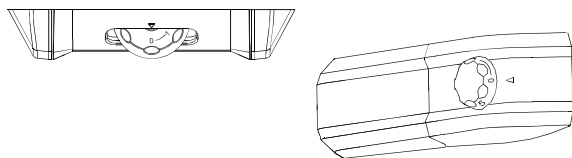

Fig. 20
- 1) Gire la rueda a la posición "0". (fig. 20)